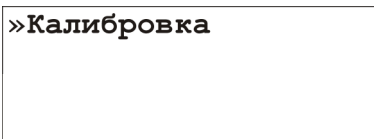

Рисунок 4.6 – Экран пользовательского датчика давления
4. В меню пользовательского датчика давления (рис. 4.6) клавишами Δ, ∇ выбрать пункт "Калибровка" и нажать клавишу \checkmark .